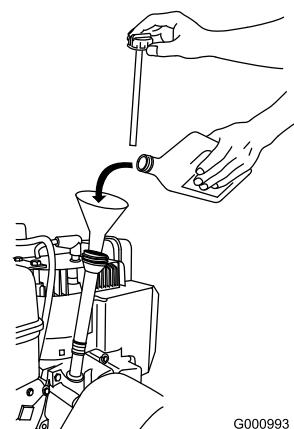

Figura 13
- Togliete l'asta di livello e versate lentamente l'olio nel tubo di riempimento fino a portarne il livello al segno di pieno (Full) sull'asta. **Non riempite troppo** (Figura 13).